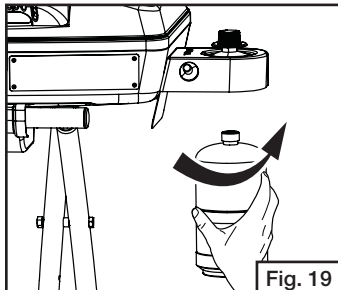

Fig. 19
- Quite el tapón plástico del cilindro de propano y enrosque el cilindro en el regulador apretándolo con la mano. (Fig. 19)